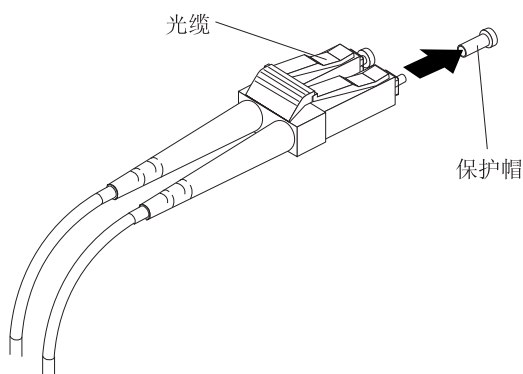

图 31. 卸下光缆保护帽
3. 如图 31 中所示，从 LC-LC 电缆的一端卸下两个保护帽。请保管好保护帽以供以后使用。